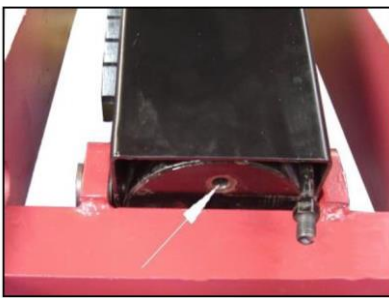

Fig. 11
- Fundul fiecărui cilindru de ulei este prevăzut cu o supapă de încetinire (opțional). În cazul unei rupturi a conductei de ulei în circuitul de presiune hidraulică, supapa de încetinire corespunzătoare va funcționa și va reduce viteza platformei. (**Fig. 11**)